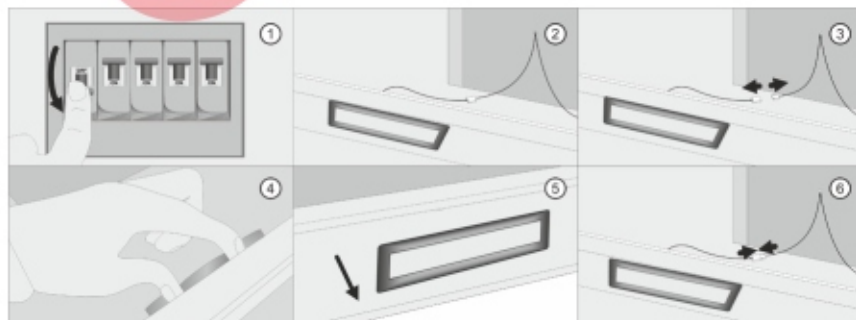

Рис. 15 Замена ламп освещения
**Перед заменой ламп следует отключить изделие от сети питания. ( Рис. 15. 1 )**
1. Поднять стекло вытяжки и извлечь жировой алюминиевый фильтр; (Рис. 15. 2)
тания лампы, нажав на фиксатор на нем; ( Рис. 15. 3 )
3. Изнутри вытяжки нащупать две фиксирующие пластины лампы, сжать их пальцами и вытолкнуть лампу вниз; ( Рис. 15. 4, 5 )
4. Установить новую лампу того же типа и характеристик (2В, 1,5Вт), и последовательно подключить к питанию. ( Рис. 15. 6 )